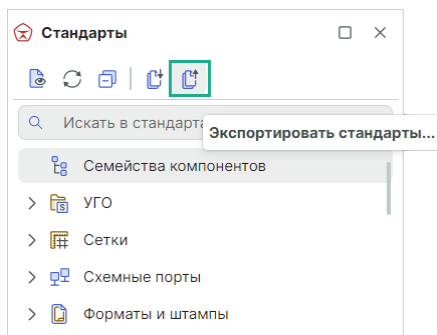

Рис. 7 Вызов мастера экспорта стандартов
1. Кликните по иконке , расположенной на панели инструментов панели «Стандарты», см. Рис. 7.